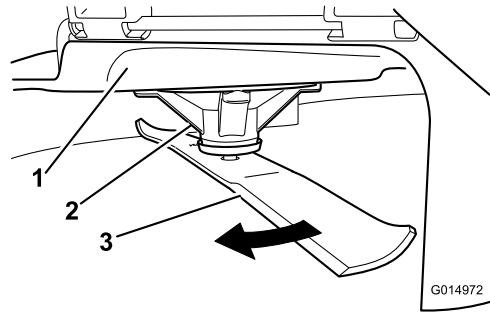

Figure 93
2. Enfilez des gants épais ou utilisez une autre protection adéquate pour les mains, et faites tourner la lame lentement jusqu'à une position permettant de mesurer la distance entre le tranchant et la surface plane sur laquelle se trouve la machine (Figure 93).